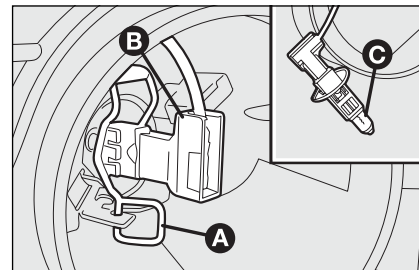

fig. 20
- haak de borgveer van de lamp **A-fig. 20** los;